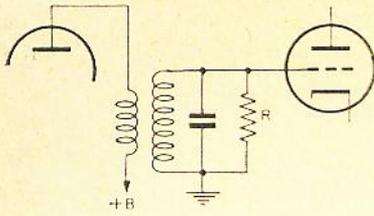

Figura 2
- 2) Transformador com secundário sintonizado (primário não sintonizado) mostrado na figura 2.